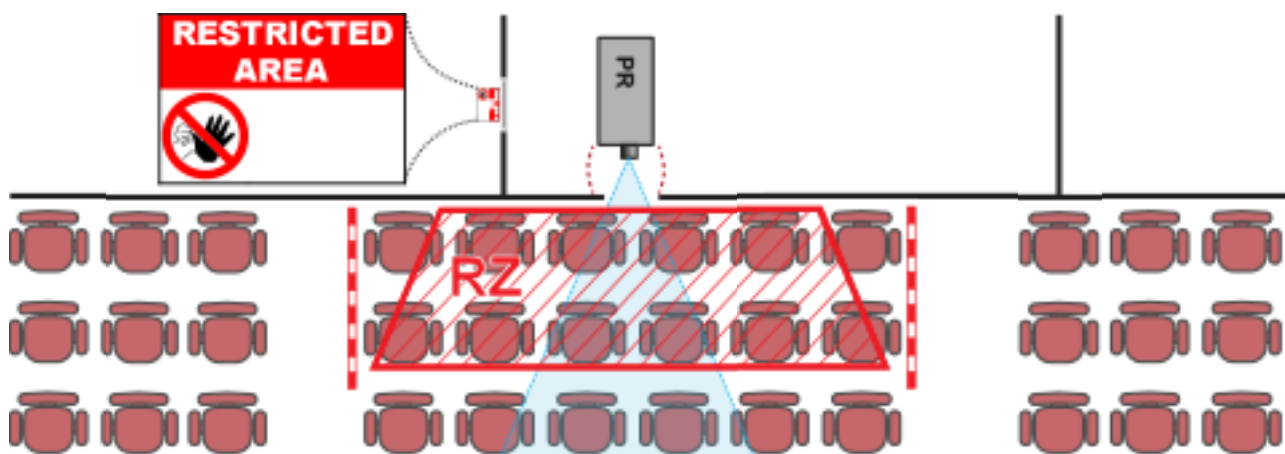

Abbildung 1-3
Abbildung 1-3 zeigt eine typische Einrichtung. Es muss verifiziert werden, dass diese Mindestanforderungen erfüllt sind. Ggf. muss eine Sperrzone (RZ) am Veranstaltungsort eingerichtet werden. Hierzu kann eine physische Abspernung, z. B. ein rotes Seil, wie in Abbildung 1-3 gezeigt verwendet werden.